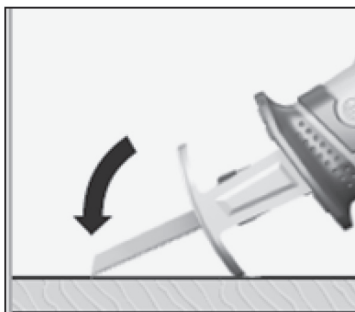

Рис. 5
1. Используйте короткое пильное полотно, (Рис. 5.)